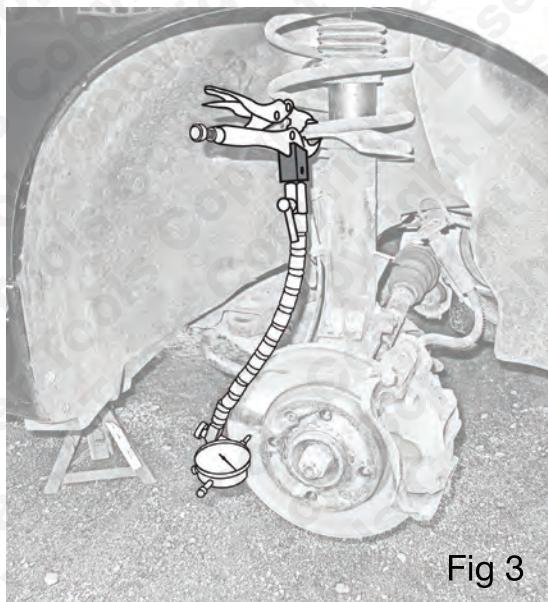

Fig 3
- Por medio de las tenazas de sujeción, fije y bloquee el conjunto a un punto adecuado de la suspensión o del montaje del buje que esté lo suficientemente cerca para permitir que el pilar (**A**) se coloque en ángulo de modo que la punta de medición del indicador de dial (**J**) pueda entrar en contacto con el disco de freno a 90° con respecto a la cara del disco. Coloque el indicador de dial de modo que la punta de medición (**J**) esté bajada de 2 a 4 mm. Fig. 3